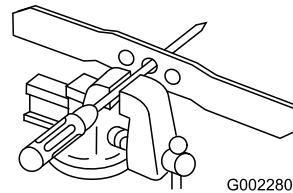

Figure 37
1. Vérifiez l'équilibre de la lame en enfilant le trou central sur un clou ou la tige d'un tournevis serré horizontalement dans un étai (Figure 37).